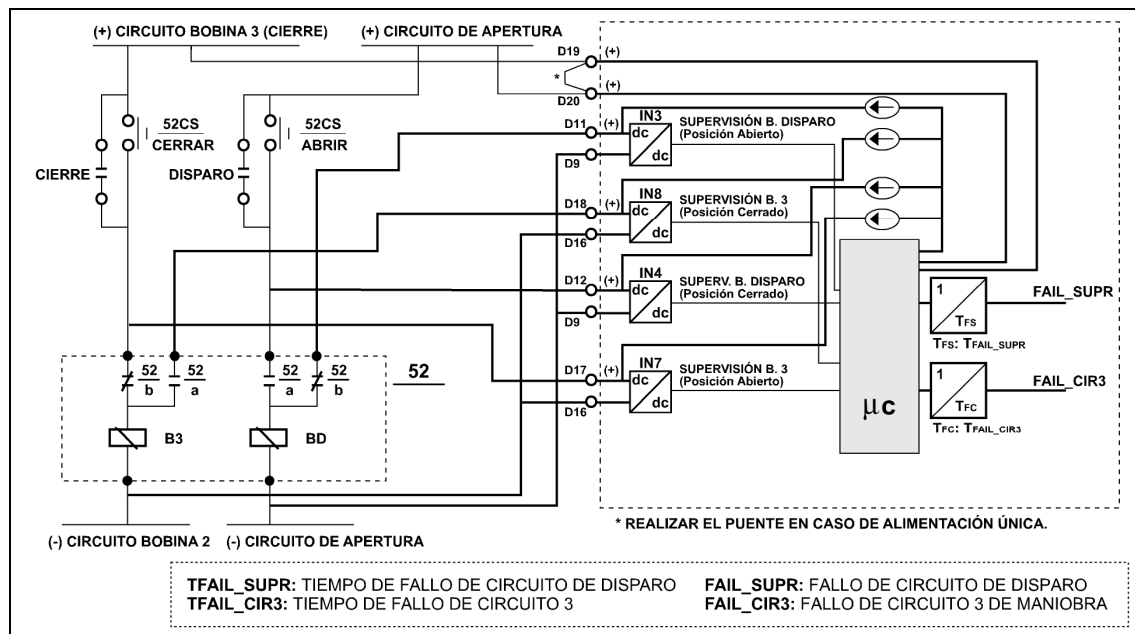

figura 3.4.1: diagrama de bloques y aplicación de las funciones de supervisión de circuitos de maniobra
Las tres supervisiones son tratadas separadamente, como funciones independientes que pueden, bajo ajuste, ser configuradas y habilitadas por separado. En la figura 3.4.1 puede verse el diagrama de bloques y de aplicación en situación de interruptor abierto para dos circuitos con supervisión en abierto y en cerrado.
2. **Supervisión en 2 estados:** Se realiza la lógica indicada a modo de ejemplo de la figura 3.4.1 y explicada a continuación en el apartado 3.4.3. Básicamente, se hace una lógica XOR que supervisa tanto en abierto como en cerrado el estado del circuito de maniobra.
En las condiciones de la figura 3.4.1 (interruptor abierto), por las entradas **IN3** e **IN4** se inyectan pulsos de corriente.